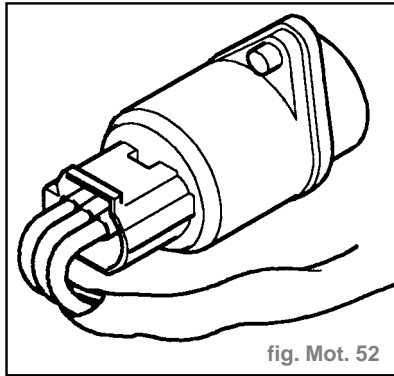

fig. Mot. 52
- La capteur de position de papillon (TP) est un potentiomètre monté sur le corps du papillon et il est relié directement au disque de papillon. Le capteur TP n'est pas réglable. La fermeture du papillon est détectée par un capteur TP qui commande un réglage du ralenti via la soupape de commande d'air de ralenti.
- Soupape de commande d'air de ralenti (fig. Mot. 52) :